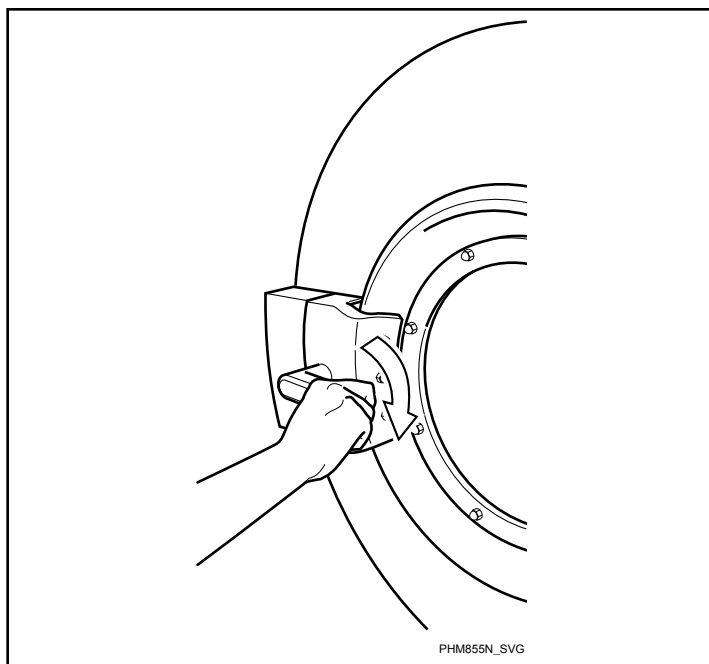

Abbildung 45
2. Den Griff im Uhrzeigersinn drehen, um die Tür zu öffnen. Siehe *Abbildung 45*.